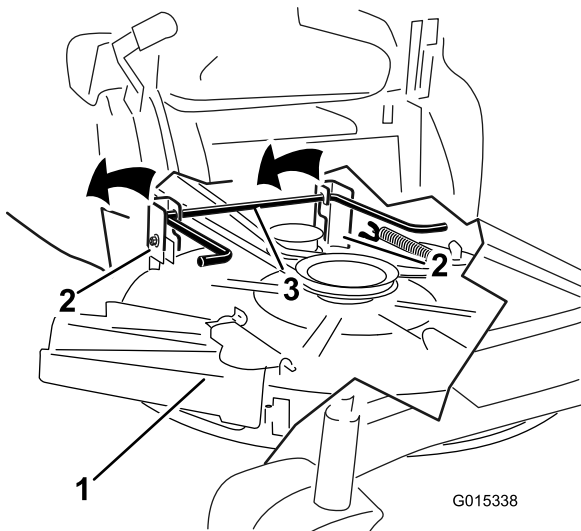

Figure 56
5. Soulevez et enlevez le plateau de coupe et les supports de la tige de levage arrière et abaissez la tondeuse au sol avec précaution (Figure 56).
- Soulevez l'arrière du plateau de coupe et guidez les supports sur la tige de levage arrière (Figure 56).